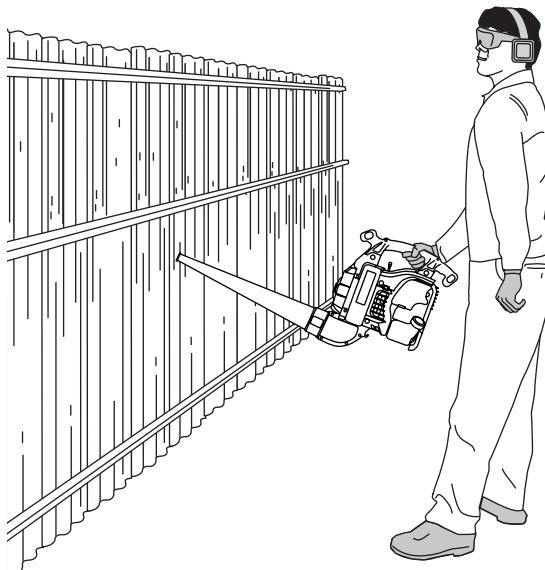

Fig. 19
- 3 Use la sopladora para paredes, salientes, cercas y mallas (Fig. 19).